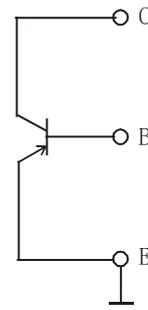
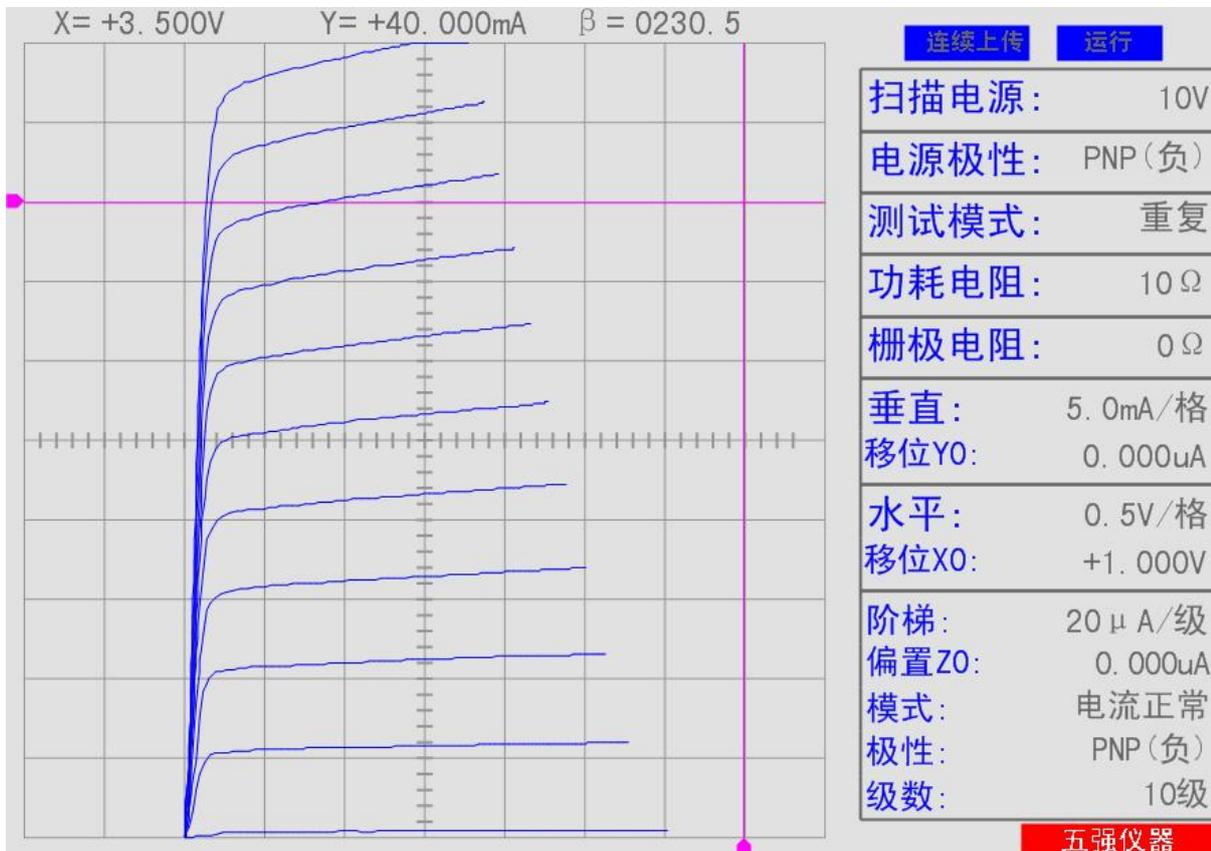

图 20
图 21 2S8550D 曲线及设置参数档位
6.3 PNP 型三极管 2S8550D 连接见图 20，特性曲线见图 21